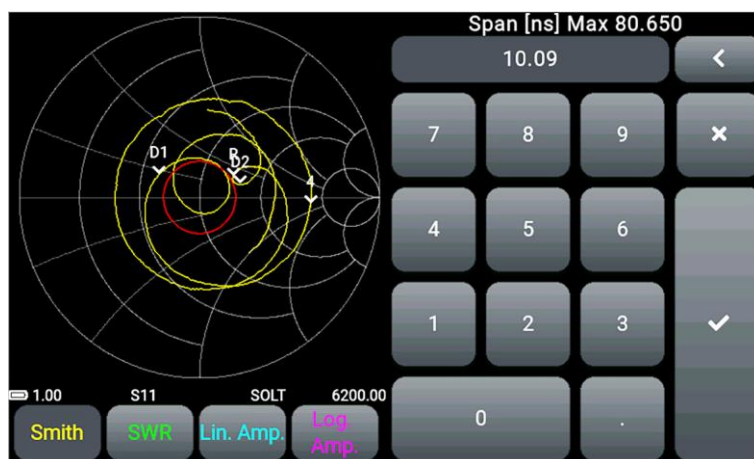

Рисунок 9.8 – Ввод значений параметров горизонтальной шкалы графика DTF
9.3.3. Введите значение фактора скорости, времени или расстояния, определяющее длину горизонтальной шкалы графика (Рисунок 9.8) и нажмите ✓ (**Ввод данных**). Для удаления ошибочных или ранее введенных значений, нажмите < (**Удаление**). Чтобы выйти из меню без ввода значений нажмите × (**Отмена**).